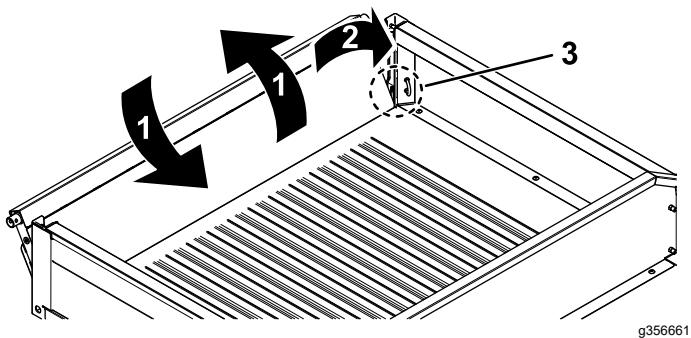

図 70
2. テールゲートを 45°程度の角度にする図 70。
3. この位置から、テールゲートを小刻みに前後に振るよう�数回往復させる図 70。